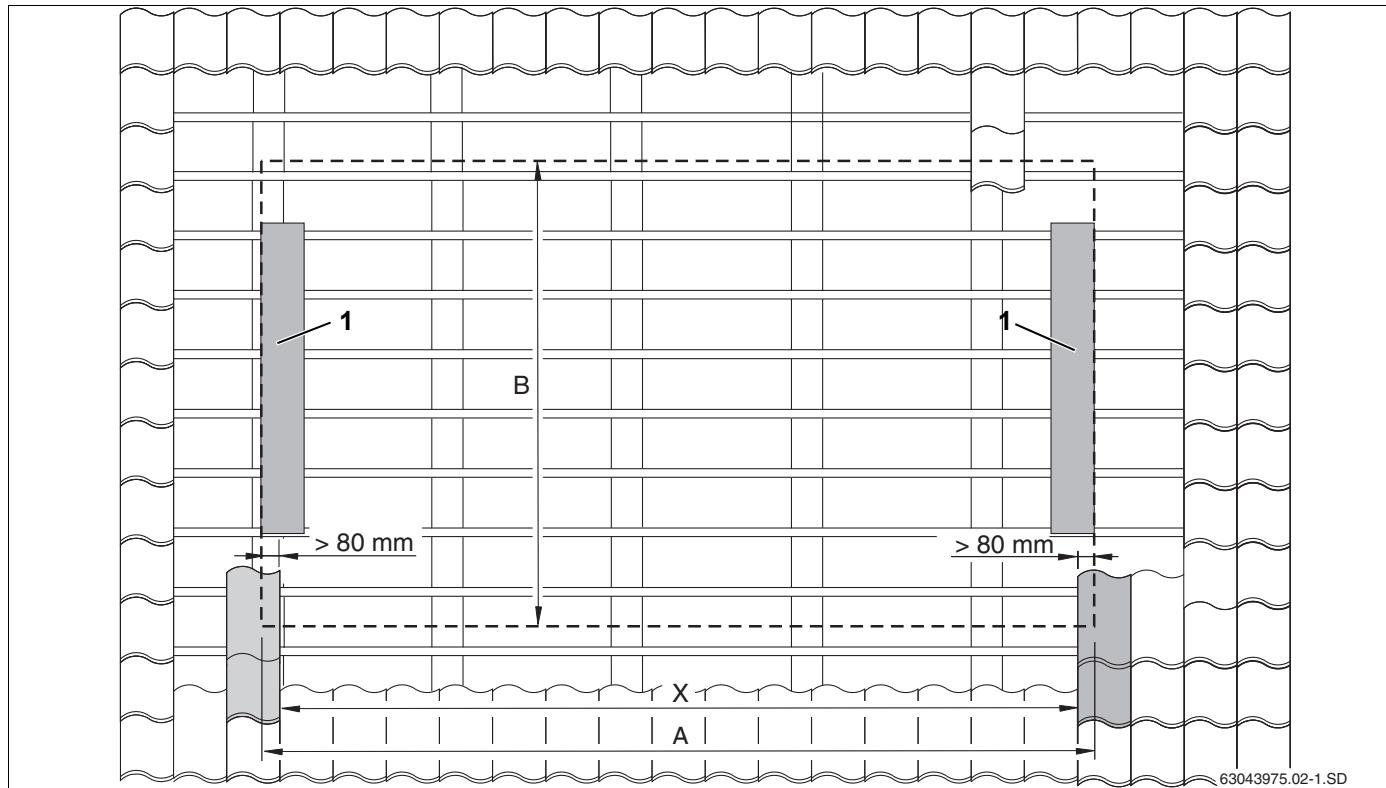

Рис. 8 Определение точного положения поля коллекторов
- Определите и отметьте на крыше размер X (расстояние между черепицами, лежащими на боковых накладных листах, рис. 8, поз. 1).
Установите самый нижний ряд черепицы учетом размера В (рис. 8) (рис. 8, поз. 2).